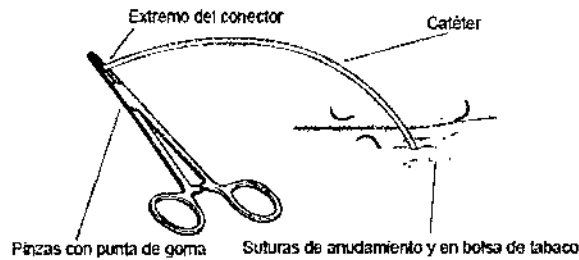

Figura 6. Pinzamiento del extremo de conexión (que se recortará).
15. Utilizando pinzas con punta de goma, pince el extremo de conexión del segmento intraespinal del catéter para evitar la pérdida de LCR (Figura 6).
19. Utilizando pinzas con punta de goma, vuelva a pinzar el extremo de conexión del segmento intraespinal del catéter para evitar la pérdida de LCR (Figura 6).
28. Utilizando pinzas con punta de goma, vuelva a pinzar el extremo de conexión del segmento intraespinal del catéter para evitar la pérdida de LCR (Figura 6).
5. Utilizando pinzas con punta de goma, pince de nuevo el extremo de conexión del segmento intraespinal del catéter para evitar la pérdida de LCR (Figura 6).